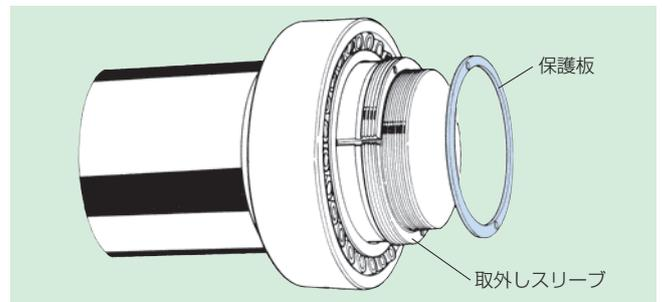

図13
(2) 軸受および油圧式取外しスリーブを取付けます（図13参照）。このあと取付け軸に適合した保護板を油圧式取外しスリーブの端面にセットします。